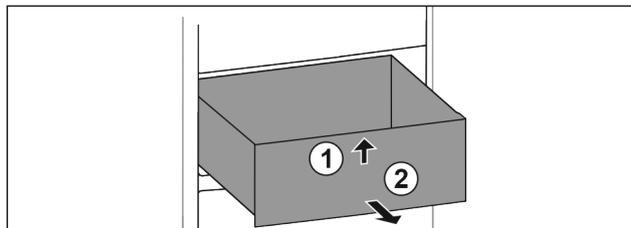

Fig. 34
► Soulever la partie avant du tiroir. Fig. 34 (1).
► Retirer le tiroir par l'avant. Fig. 34 (2)